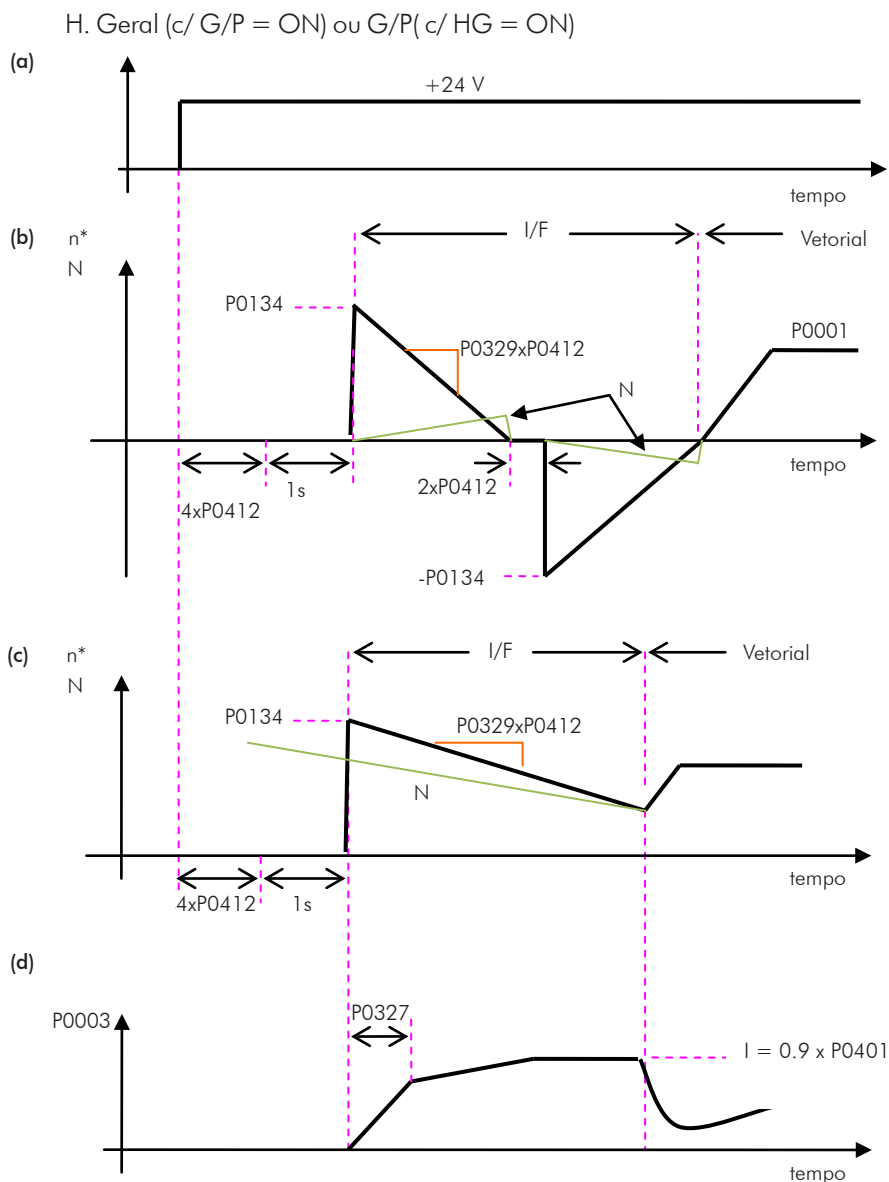

Figura 12.6 - (a) a (d) - Influência de P0327 e P0329 durante o Flying Start ($P0202 = 3$)
O comportamento da Função Flying Start (FS) no modo sensorless durante a aceleração e a re-aceleração pode ser compreendido a partir da Figura 12.6 na página 12-14.
Na Figura 12.6 na página 12-14, \(b\), é mostrado o comportamento da referência de velocidade quando a função FS é iniciada com eixo do motor parado e P0329 pequeno (não otimizado).
Na Figura 12.6 na página 12-14, \(c\), é apresentada a referência de velocidade quando a Função FS é iniciada com o eixo do motor girando no sentido desejado ou o eixo estava parado e P0329 já otimizado.